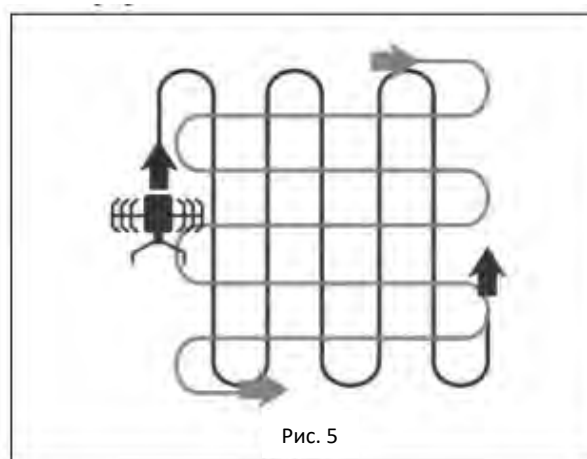

Рис. 5
- Обрабатывайте почву рядами, слегка перекрывающимися друг друга. Для наиболее эффективной обработки почвы следуйте схеме, указанной на рис. 5. Начните с перемещения культиватора + культиватора вверх и вниз по вертикальным линиям, затем работайте горизонтально слева направо. Это позволит сохранить ровные ряды и следить за тем, чтобы вся земля была обработана.